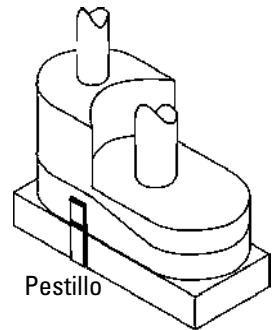

Figura 7-5. Humidificador
- Asimismo, detrás de la puerta de acceso se encuentra el humidificador. Vea la figura 7-5. Levante los pestillos de ambos lados de esta pequeña unidad.